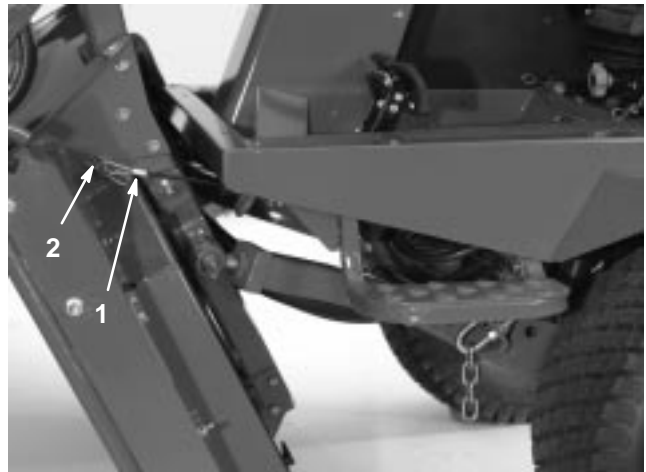

Bild 78
5. Halten Sie das Schneidwerk dann in der aufrechten Stellung, bringen das Kabelende über dem Stift am Schneidwerkhubarm an und sichern es mit dem Splint ab (Bild 78).